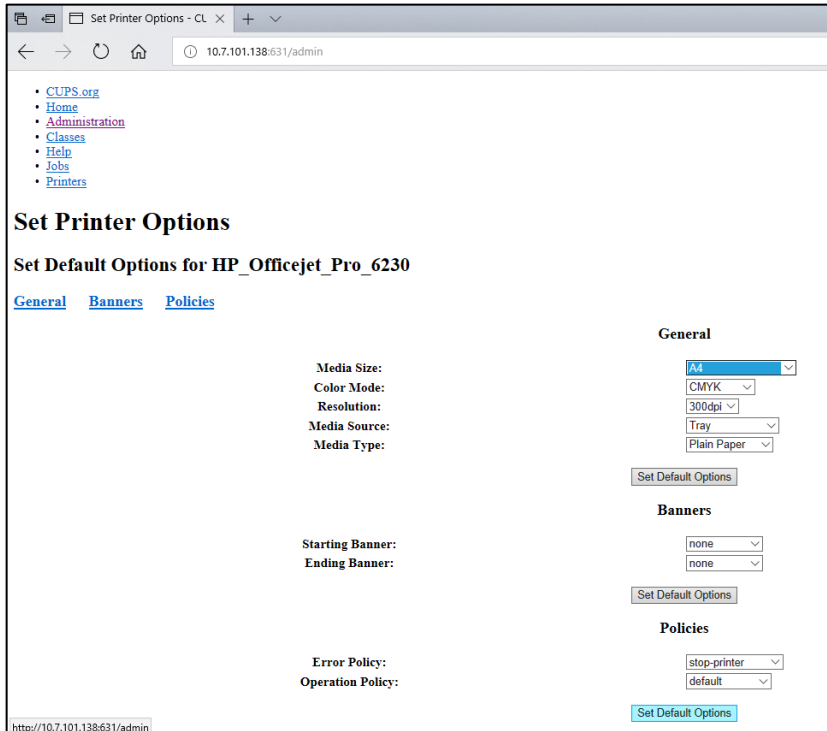

Bild 104. Välj rätt mediastorlek.
7. Välj rätt Media Size (Mediastorlek) (till exempel A4). Vissa skrivare skriver inte ut om pappersformatet är fel. Spara därefter valet genom att trycka på **Set Default Options** (Ange standardalternativ) (bild 104)